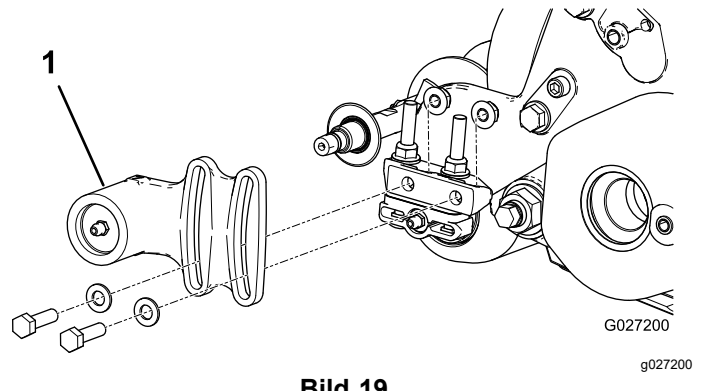
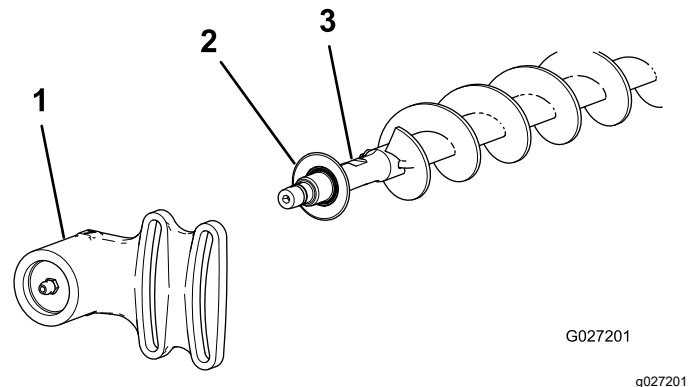

Bild 19
Bild 20
des Lagergehäuses befestigt ist (Bild 19 und Bild 20).
2. Schieben Sie das nicht angetriebene Lagergehäuse und die Abschlussdichtung von der Bürstenwelle (Bild 20).
- Setzen Sie die Ausschlussdichtung und das nicht angetriebene Lagergehäuse auf die Bürstenwelle (Bild 20).